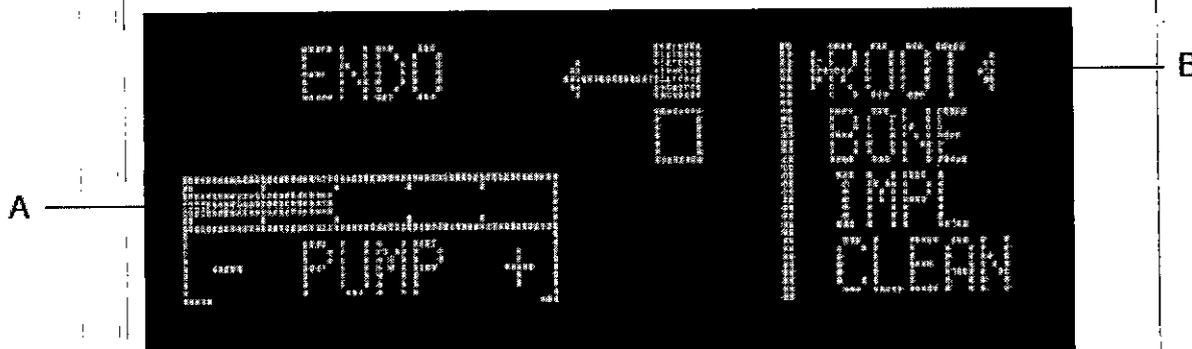

Fig. 7
El tipo de potencia preseleccionada se indica entre dos punteros (Fig.7 - Ref.B).
**Aparato en modo ROOT Fig. 7** - Apretar el botón de nivel de potencia (Fig.6 - Ref.C) en modo ROOT para seleccionar las funciones:
Para regular la capacidad de la bomba pulsar el botón + y - (Fig.6 - Ref.B). En modo ROOT la velocidad puede ser configurada entre cero y cinco. La pantalla señala la velocidad preseleccionada (Fig.7 - Ref.A).
**NOTA:** el tratamiento sin aerosol es posible sólo en la función ROOT configurando el nivel de capacidad de la bomba peristáltica PUMP en cero (Fig.7 - Ref.A). En la pantalla no debe aparecer ninguna barra.